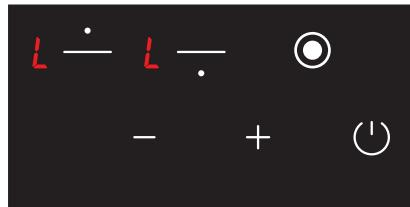

Рис. 17
1. Когда варочная панель включена и блокировка клавиатуры активна, будет отображаться на весь экран (см. Рис. 17). Если какаялибо из конфорок горячая, значки и будут показаны по очереди. Только кнопки можно использовать для включения и выключения варочной панели.